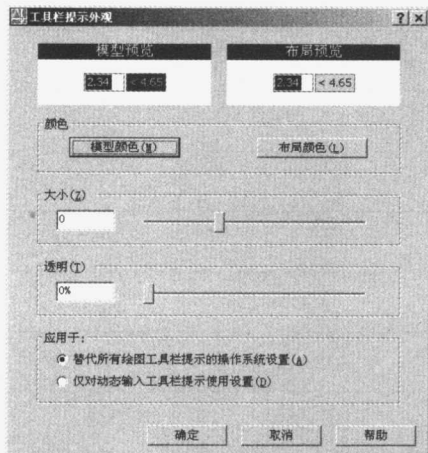

图 1-14 “工具栏提示外观”对话框
step 13 在上面选项卡中的“设计工具栏提示外观”栏中单击“设置(E)”按钮, 则弹出“工具栏提示外观”对话框, 如图 1-14 所示。在此对话框中, 用户可以设置工具栏提示在模型、布局中显现的颜色、大小(有效值为 -3~6)、透明度等。